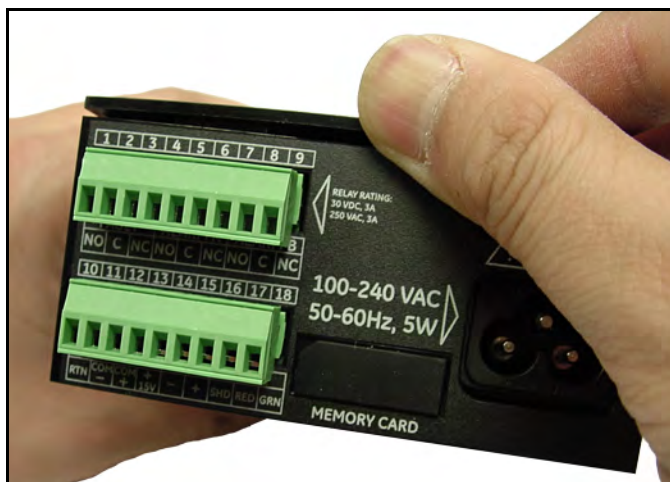

Figura 5: Erga a ponta posterior da tampa
3. Erga a extremidade posterior da tampa superior (veja *Figura 5* abaixo).